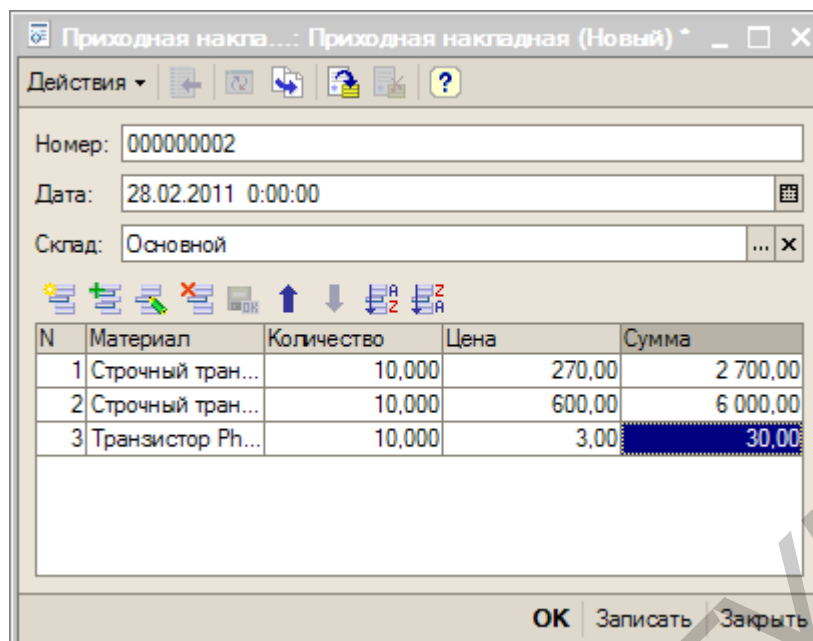

Рис. 5.3. Окно заполнения документа (1)
5. Заполните ее материалами для ремонта телевизоров (рис. 5.3).